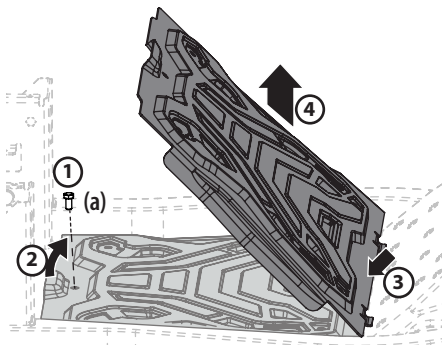

Figure 33
- À l'aide de l'outil multiple (le cas échéant) ou d'une douille de 1,25 cm (1/2 po), retirez la vis à tête hexagonale (a) qui maintient le panneau de plancher en place. Consultez la partie 1 de la Figure 33.
- Soulevez délicatement l'arrière du panneau de plancher. Consultez la partie 2 de la Figure 33.
- Faites glisser le panneau de plancher vers l'arrière pour libérer l'avant du panneau de plancher. Consultez la partie 3 de la Figure 33.
- Soulevez-le et retirez-le du tracteur. Consultez la partie 4 de la Figure 33.